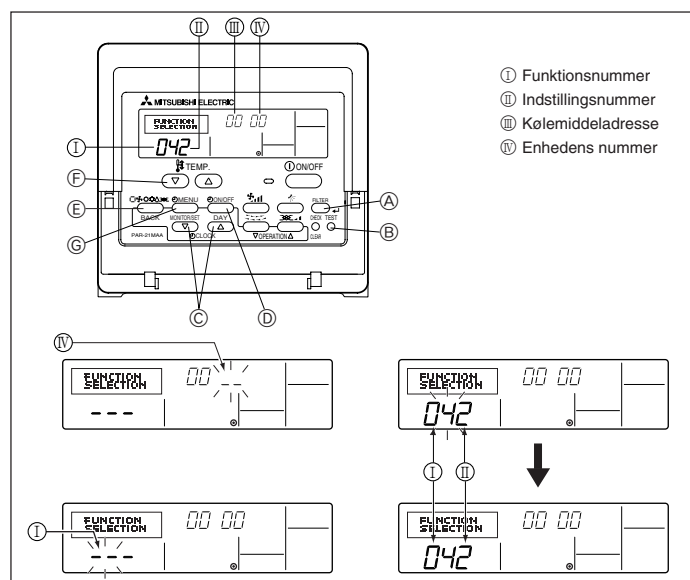

Fig. 6-2
6.2.1. Funktionsindstilling på enheden (Fig. 6-2)